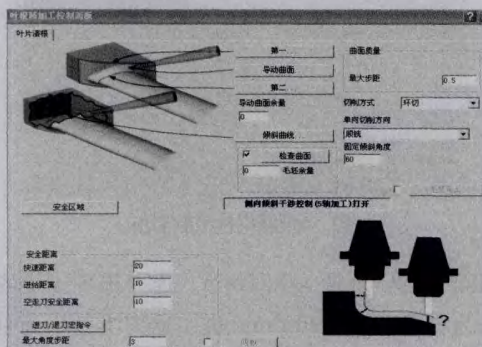

图5 叶根精加工控制面板
(3) 叶根精加工 叶根精加工采用5轴叶片清根，刀具为D5R2.5球头刀，精加工余量为0，主轴转速为2 500r/min，进给速度为450mm/min。叶根精加工控制面板如图5所示。